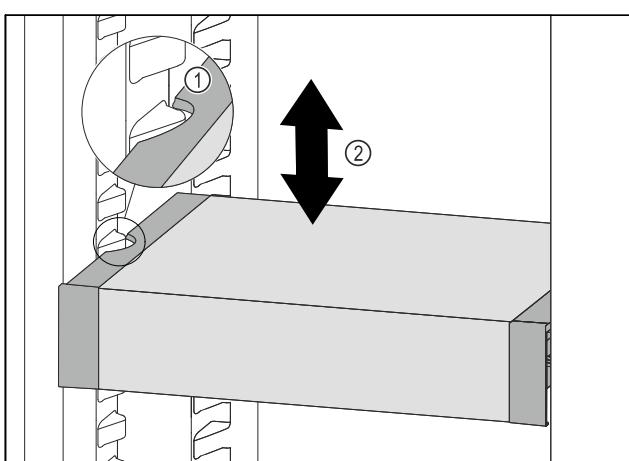

Fig. 67
- VarioSafe tiahajte dopredu, dokým sa bočné vybrania VarioSafe nebudú nachádzať vo výške rebra nádoby v chladničke. Fig. 67 (1)
- VarioSafe v chladničke presúvajte nahor alebo nadol, dokým sa dosiahne požadovaná výška. Fig. 67 (2)